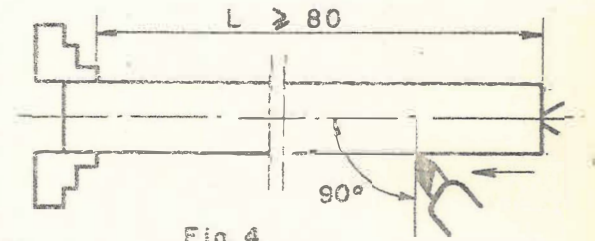

Fig. 4
- Al cortar piezas largas cuya longitud sea mayor que 8 veces el diámetro la herramienta debe tener un ángulo de corte de 90° con el eje de la pieza para evitar flexiones. (Fig. 4).